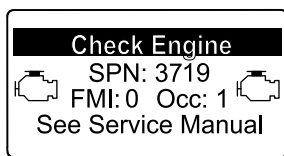

Figura 49
- Advertencia del motor SPN 3719, FMI: 0 (Figura 49)